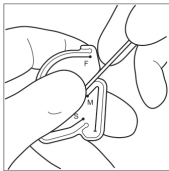
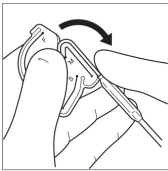

Figura 10: Inizio curvatura mascellare
Figura 11: Fine curvatura mascellare
- Curvatura mascellare con lo strumento di curvatura: prima del modellamento della curvatura mascellare, il dispositivo deve essere quasi dritto come mostrato per una curvatura sfenoidale. Con lo strumento di curvatura in una mano, posizionare la punta bottonuta nel relativo supporto nello strumento di curvatura (Figura 10). Mettere un dito in corrispondenza della marcatura dei 2 cm sulla punta di aspirazione e usare questo dito per eseguire la curvatura mascellare (Figura 11).